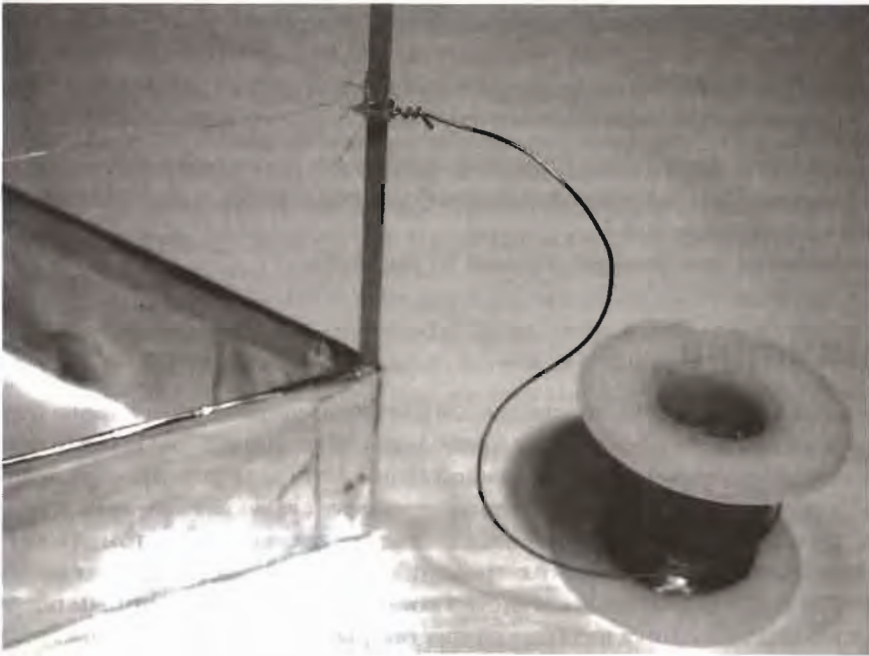

**Рис. 1.17.** Сгибание края фольги вокруг опоры
7. Заверните края фольги вниз (рис. 1.17). Срежьте фольгу у углов верхней части алюминиевой полосы, которая выступает на 1 см над опорой, и перегните фольгу через продольную опору на каждой стороне. С помощью скотча приклейте фольгу так, чтобы загнутые края были как можно лучше прижаты к внутренней стороне фольги, это уменьшит утечку ионов.